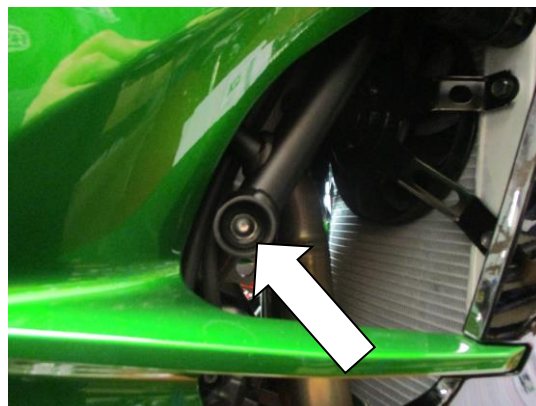

ABBILDUNG 2
- Entfernen Sie die Motorschraube an der rechten Seite des Motorrads – siehe Abbildung 2.